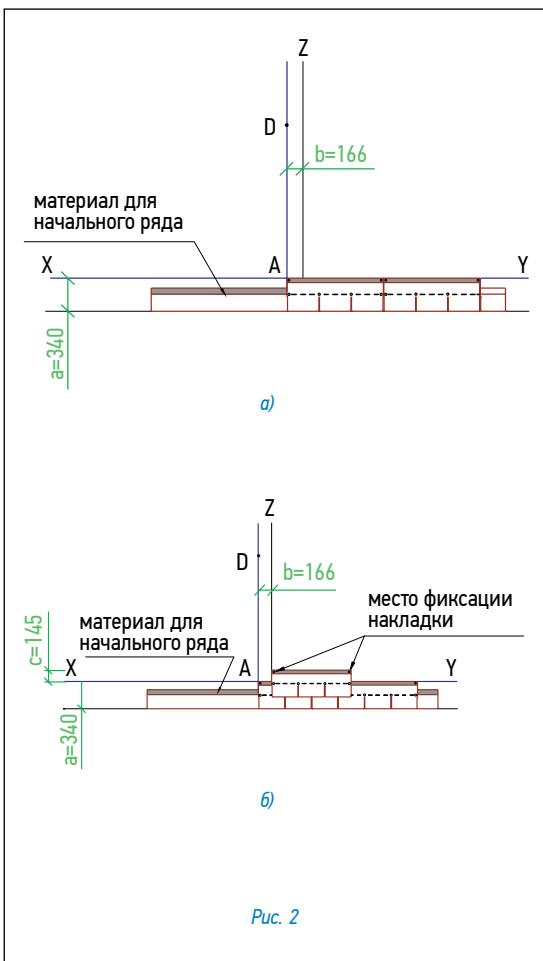

Рис. 2
Укладка материала (рис. 2)
- укладка черепицы начинается от линии AD, при этом ее верхний край выравнивается по линии XY (рис. 2б);
- следующий ряд укладывается от линии Z (со смещением 16,6 см от AD) (рис. 2б);
Каждый лист черепицы крепится 4 гвоздями в штатных местах (ось гвоздей на линии битумных kleевых полос) таким образом, чтобы гвоздь прошивал и верхний край нижележащего листа черепицы (рис. 2б).